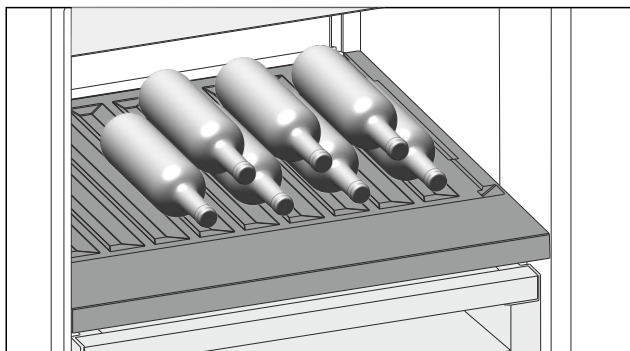

Fig. 117
- Поставяйте бутилките с дъното назад към задната стена. (виж Fig. 117)